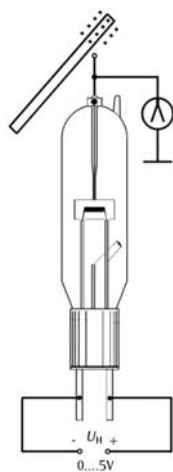

Fig. 1a Montagem do circuito para prova do efeito Edison com a ajuda de um eletroscópio
- Fazer a ligação segundo Fig. 1a/b.